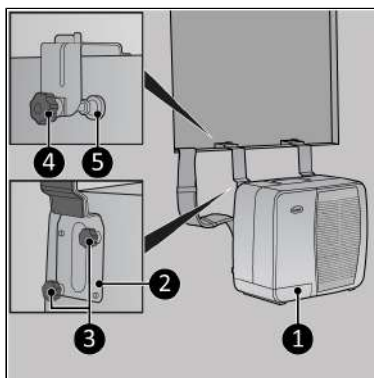

Figura 71.
1. Fissare le staffe inferiori da caravan ( Figura 71, pos. 2) all'unità esterna ( Figura 71, pos. 1) serrando due tappi a vite su ciascuna staffa ( Figura 71, pos. 3).
2. Appendere l'unità esterna ( Figura 71, pos. 1) alla finestra desiderata; assicurarsi che l'unità interna sia posizionata saldamente su un tavolo o una seduta.
3. Serrare il bullone di regolazione ( Figura 71, pos. 4) su ogni staffa. Assicurarsi che il paracolpi ( Figura 71, pos. 5) sia posizionato verticalmente.